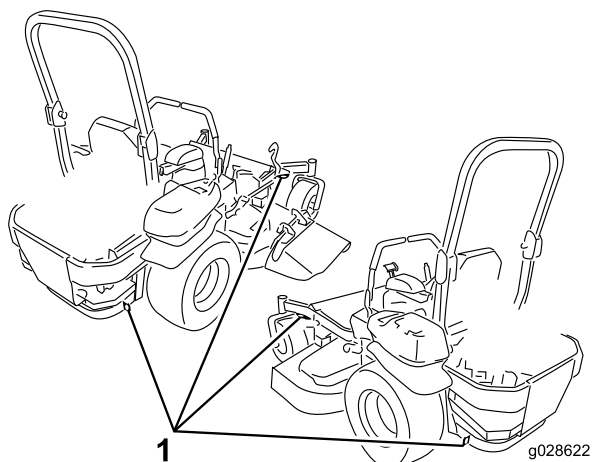

Figura 39
5. Amarre la máquina junto a las ruedas giratorias delanteras y el guardabarros trasero (Figura 39).